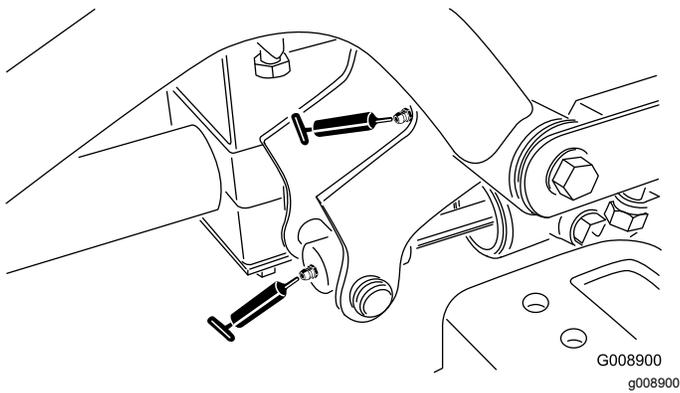

Рисунок 62
- Гидроцилиндр поворота и подъема правого переднего подъемного рычага (2 штуцера – Рисунок 62)